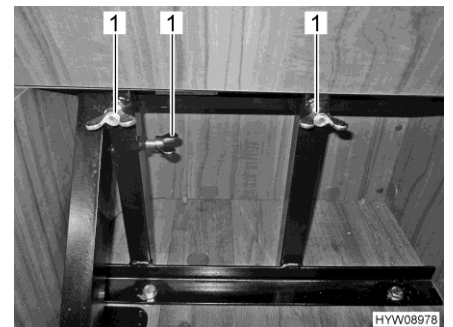

Bild 25 Stecksitz mit Flügelmuttern sichern
- Stecksitz mit Flügelmuttern (Bild 25,1) sichern.